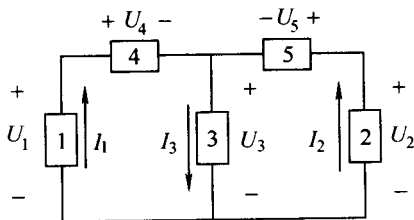

图 1.7 电流、电压实际方向与极性
**分析：**本题共有三个小题。解第(1)小题应掌握电流、电压的实际方向与参考方向间的关系：当实际方向与参考方向一致时，其实验测定值取正号，实际方向与参考方向相反时则取负号。例如电流  $I_1$ ，实际方向与参考方向相反， $I_2$  和  $I_3$  实际方向与参考方向相同，电压  $U_1$ 、 $U_3$ 、 $U_5$  实际极性与参考极性相同，而  $U_2$ 、 $U_4$  则相反。第(2)小题中判别电源或负载有两种方法：①用电流、电压的实际方向判别；二者方向相反，电流从“+”端流出，为电源输出功率，反之则是负载吸收功率。②用电流、电压参考方向计算功率：二者参考方向一致，计算功率  $P=UI$ ，若  $P$  值为正则负载， $P$  值为负则为电源，参考方向相反则反之。例如元件 1：电流实际方向与电压实际方向相反，电流从“+”端流出，故为电源。用参考方向计算  $P=U_1 I_1=140 \times (-4)=-560\text{W}$ ，为负值，结果相同。第(3)小题计算各元件功率，用参考方向计算，然后将所有电源功率相加应等于所有负载功率相加，达到功率平衡。若不相等说明计算有误或实验数据有误。
**解：**(1) 电流、电压实际方向与极性标明在图 1.7 中。
(2) 元件 1、2 为电源，3、4、5 为负载。